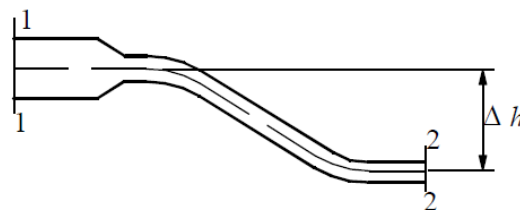

Рис. 3.1.
- 2) Определить среднюю скорость движения воды (рис. 3.1) в сечении 2-2, если в сечении 1-1 скорость $V_1 = 1,2$ м/с, давление $p_1 = 1,2$ ат. Давление в сечении 2-2 $p_2 = 1,1$ ат. Центр тяжести сечения 2-2 находится ниже центра тяжести сечения 1-1 на величину $h = 3,0$ м. Потери давления на преодоление гидравлических сопротивлений равны $h_w = 1,4$ м.
- 3) Вычислить давление в сечении 1-1 трубопровода, по которому движется жидкость плотностью $\rho = 880$ кг/м³ (рис. 3.1). Известно, что скорость жидкости в сечении 1-1 трубопровода равна $V_1 = 1,1$ м/с, площадь в сечении 1-1 в 2,5 раза больше площади в сечении 2-2. Разность геометрических высот центров тяжести сечений принять равной $\Delta h = 8,7$ м. Жидкость считать идеальной.